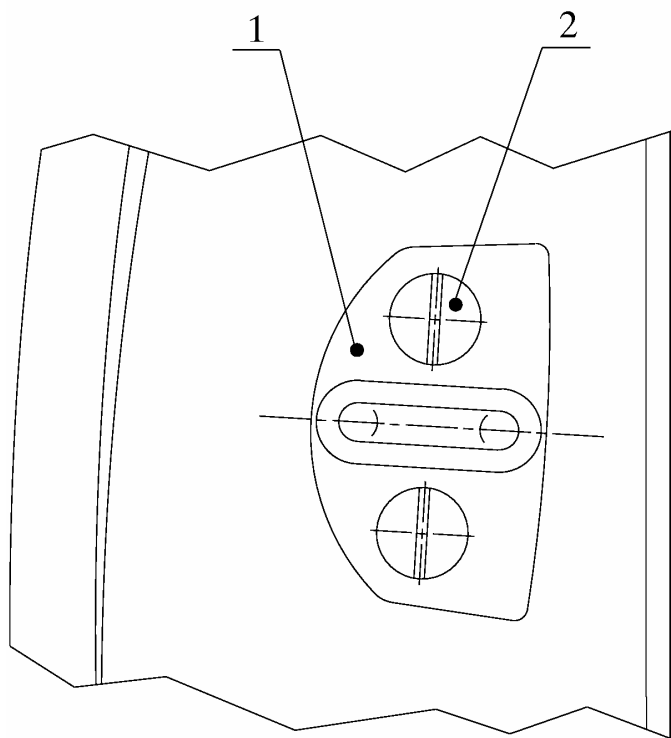

Рис. 18. Снятие фиксатора передней левой двери:
4.1.10. Снять шип 1 (рис.18) фиксатора двери, отвинтив два винта (отвертка типа ГОСТ 17199-88).